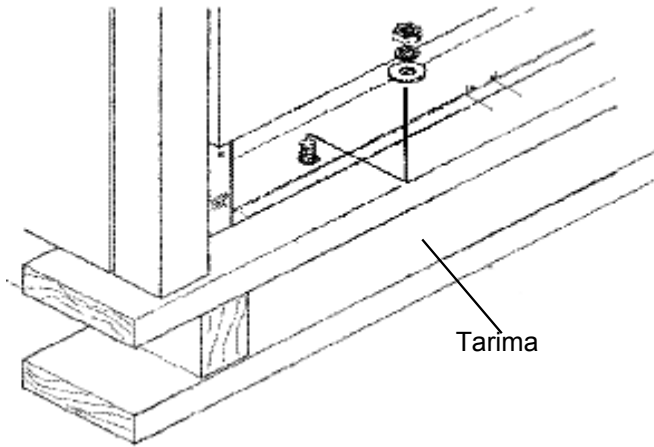

Figura 5: Extracción de los cuatro (4) bulones de transporte
3. Las estufas están fijadas a las plataformas con cuatro (4) pernos (vea la *Figura 5*). Se debe quitar el rodapié para tener acceso a los pernos situados en la parte delantera de la plataforma (vea la *Figura 1*). Para quitar el rodapié, quite los dos tornillos situados bajo las esquinas inferiores de la cavidad de la hornilla y saque el rodapié fuera de los dos salientes de la base de la estufa (vea también la sección "Ajuste del rodapié" en la página 27).